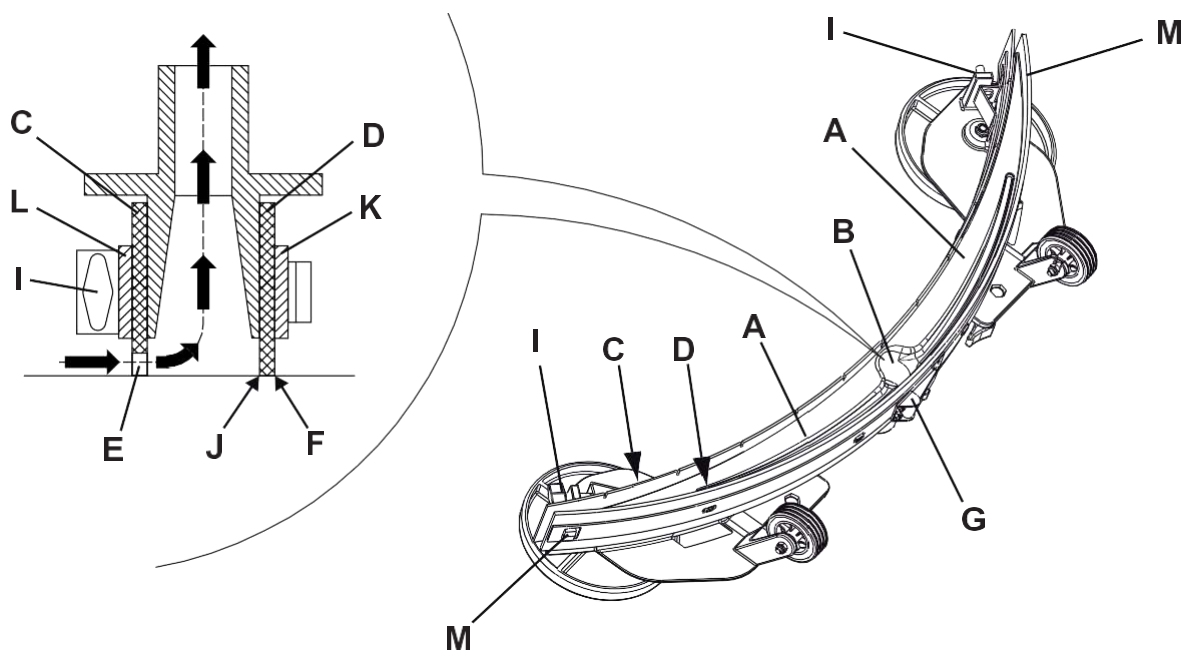

Figure 11
2. Éteignez la machine en maintenant appuyé l'interrupteur (66) pendant près d'une seconde.
3. Baisser la raclette (25) au moyen du levier (10).
4. Desserrer les boutons (26) et déposer la raclette (25).
5. Déconnecter le tuyau d'aspiration (15) de la raclette.
6. Laver et nettoyer la raclette (Fig. 11). Nettoyer en particulier les compartiments (A, Fig. 11) et l'orifice (B). Vérifier l'intégrité de la lame avant (C) et de la lame arrière (D) à la recherche de coupure et déchirures ; si nécessaire les remplacer (voir la procédure au paragraphe suivant).
1. Nettoyer la raclette (Fig. 11) comme décrit au paragraphe précédent.
2. Contrôler que les bords (E) de la lame avant (C) et les bords (F) de la lame arrière (D) se posent simultanément sur un plan, sur toute leur longueur ; dans le cas contraire, régler leur hauteur en procédant comme suit :
- Décrocher le tirant (G), décrocher les dispositifs de retenue (M) et régler la lame arrière (D), puis accrocher les dispositifs de retenue et installer le tirant.
- Desserrer les boutons (I) et régler la lame avant (C), puis serrer les boutons.
3. Contrôler que la lame avant (C) et la lame arrière (D) sont intactes et qu'elles ne présentent pas de coupures ou déchirures ; en cas contraire, les remplacer en procédant comme suit. Contrôler que l'arête (J) de la lame arrière n'est pas usée ; dans le cas contraire, tourner la lame, en remplaçant l'arête usée avec l'une des trois arêtes intactes. Si les autres coins sont usés, remplacer aussi la lame selon la procédure suivante :
- Décrocher le tirant (G), décrocher les dispositifs de retenue (M) et déposer la bande de retenue (K), puis remplacer/retourner la lame arrière (D). Pour la repose de la lame, procéder dans l'ordre inverse de la dépose.
- Dévisser les boutons (I) et enlever la bande de retenue (L), puis remplacer la lame avant (C). Pour la repose de la lame, procéder dans l'ordre inverse de la dépose.